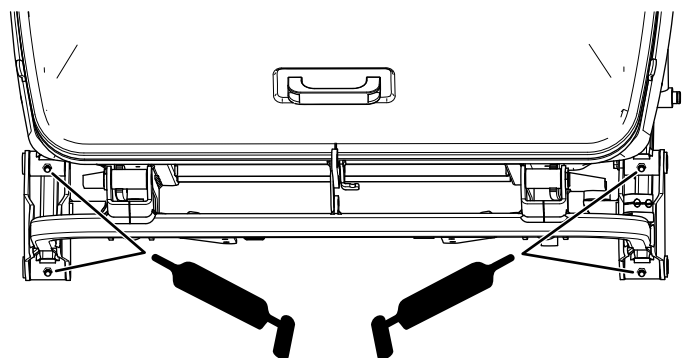

Figura 49
- Brae buncăr – partea inferioară, spate (Figura 49)